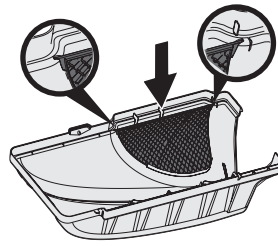

Figura 14
5. Si no viene ya instalada de fábrica, coloque la pantalla de la embolsadora (731-06504) en la cubierta de la misma (631-06539) insertando primero un extremo en el orificio de montaje de corte. Asegúrese de calzar la pantalla debajo del reborde, como se indica en la Figura 14.